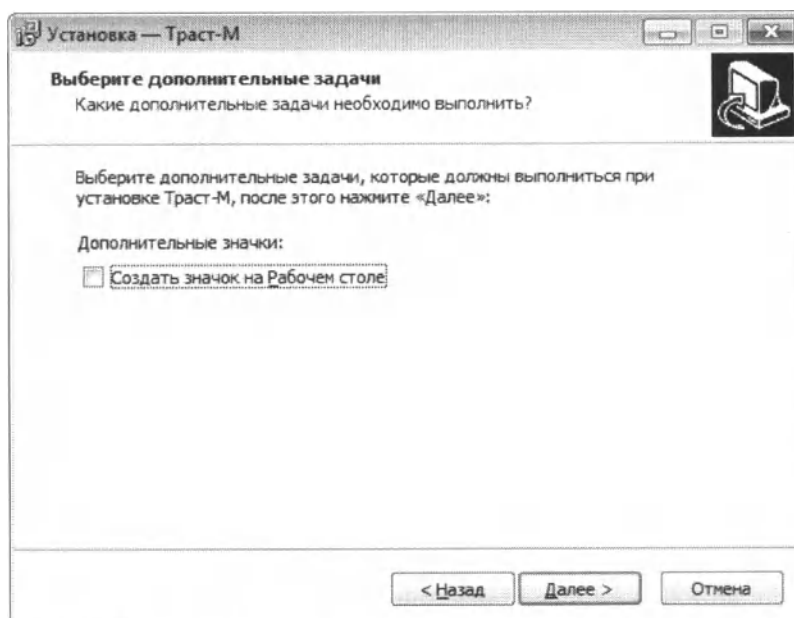

Рис. 1.5. Окно выбора дополнительных значков программы
7.7.5. В окне выбора дополнительных значков программы (см. Рис. 1.5) отметьте значки программы и нажмите **Далее>**.